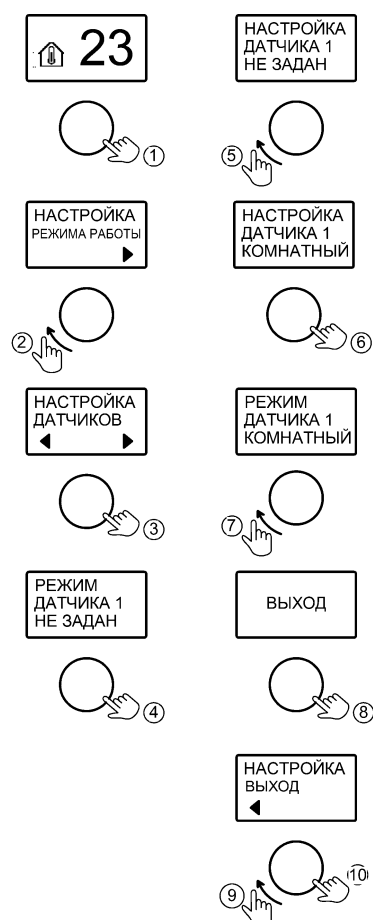

Рисунок 11. Настройка датчиков температуры воздуха
**10.5 Вкладка «ДАТЧИКИ t° ВОЗДУХА»** предназначена для активации предварительно подключенных датчиков температуры воздуха (см. рис.11).